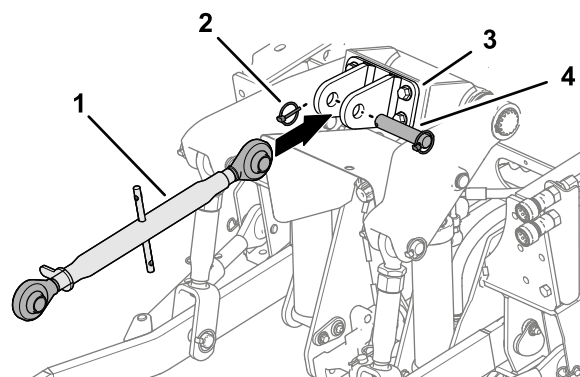

Figura 16
3. Se rimosso, montate l'attacco a 3 punti superiore (Figura 16) sul trattorino.